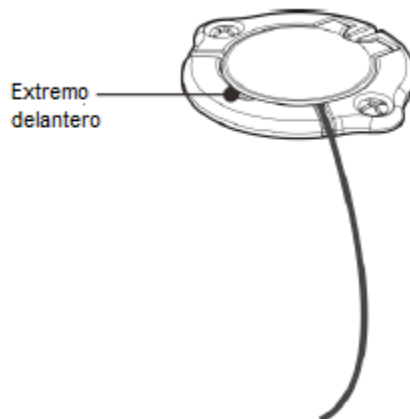

IMAGEN 14: Presione suavemente la tapa del orificio de trépano en el anillo del orificio de trépano.
11. Alinee verticalmente las dos hebillas de la tapa del orificio de la fresa con las ranuras del anillo del orificio de trépano y presione suavemente la tapa en el anillo del orificio de trépano hasta que quede fija (Imagen 14).